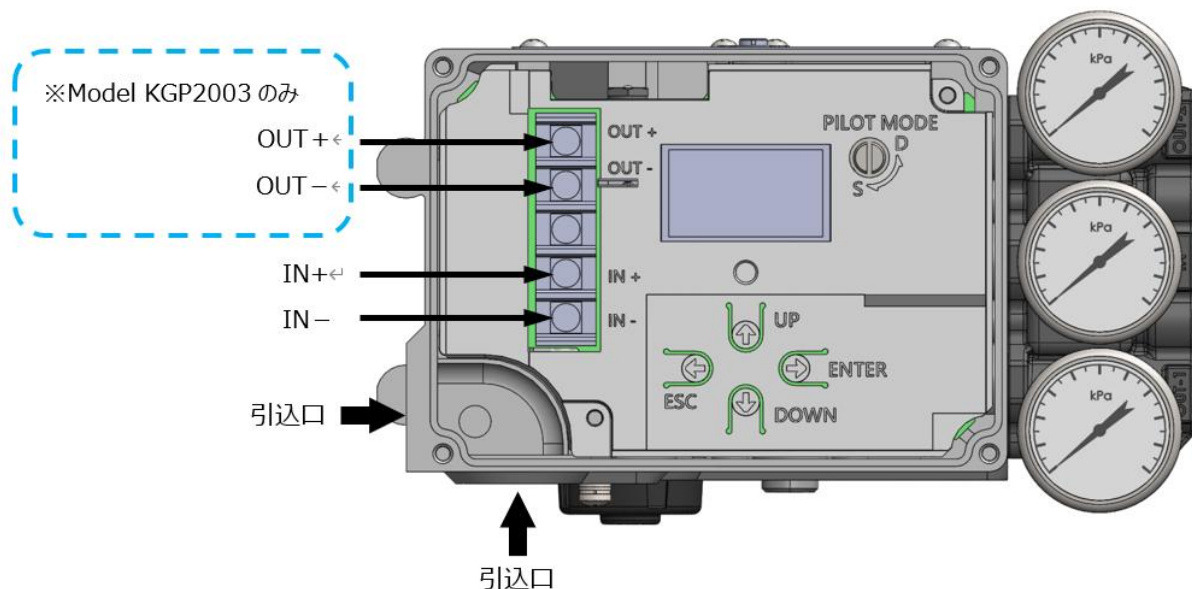

図 1.4a 引込口と接続端子部
5. 図 1.4a, b に示すように、本器の内部と外部に接続端子部があります。設置環境や適用する法令に従って配線を行ってください。